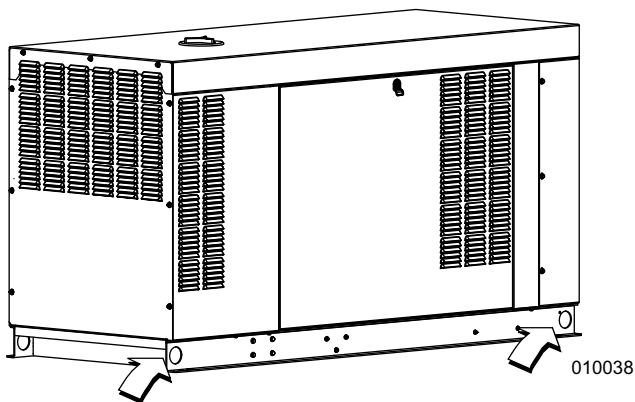

Figure 2-1. Points de levage (4 emplacements)
Voir Figure 2-1. Les plans d'installation montrent les points de levage pour l'arrimage et le levage. Toujours attacher les moyens de levage et d'arrimage aux points désignés seulement. Ne pas utiliser les points de levage du moteur ou de l'alternateur pour déplacer la génératrice.
- Voir Figure 2-1. Maintenir un espace de travail minimal sur chaque côté de la génératrice pour faciliter l'entretien ou les réparations. Pour plus de précisions, voir l'Article 110.26 du NEC.